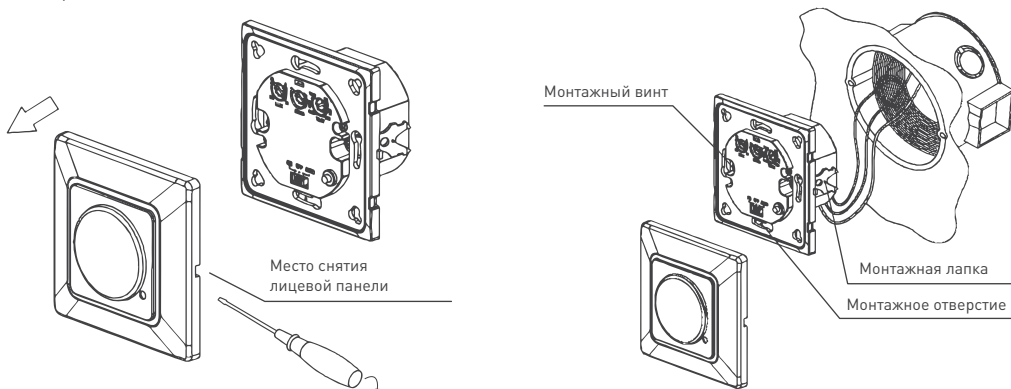

Рис. 1. Схема монтажа панели в подрозетник
3.2. Закрепите устройство в месте установки, Рис. 1.